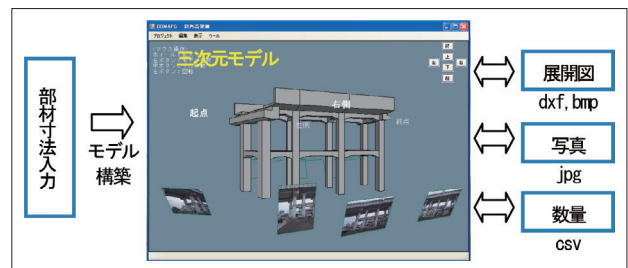

図2 BBMAPSの概要
①三次元モデルの簡易構築(図2):
②展開図との連携(図2):